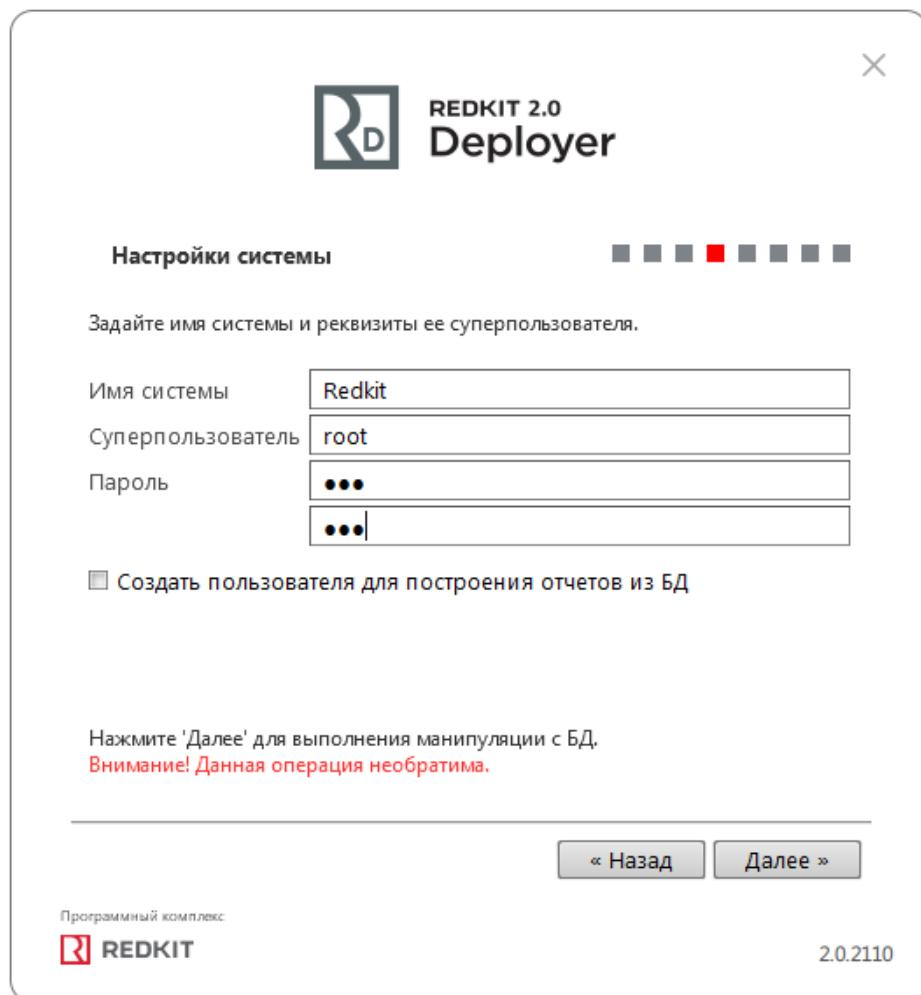

Рисунок 77 - Настройки системы
14. Задайте пароль суперпользователя root системы Redkit и нажмите "Далее" (Рисунок 77).